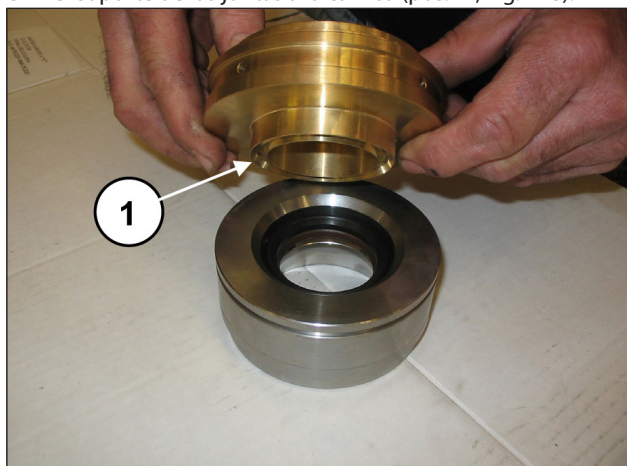

Fig. 128
Unir el soporte de las juntas a la camisa (pos. ①, Fig. 128).